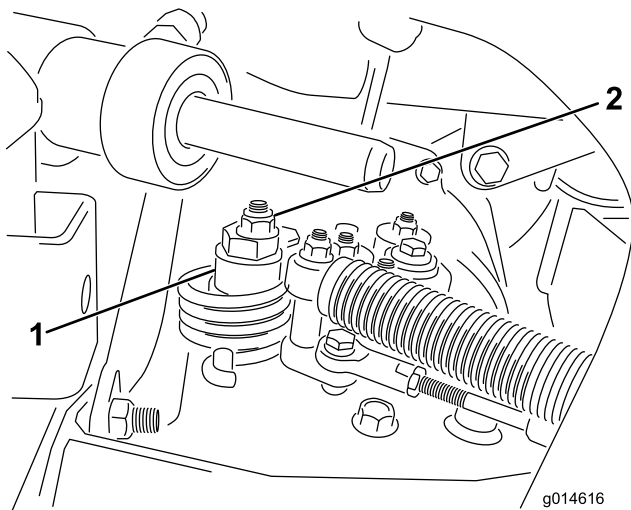

Figura 53
- A. Allentate il dado che fissa l'eccentrico alla parte superiore dell'igrostatò (Figura 53).
- C. Fate girare l'eccentrico finché non riscontrate movimenti in alcuna direzione. Quando la ruota cessa di girare, serrate il dado di bloccaggio dell'eccentrico per mantenere la messa a punto (Figura 53). Verificate la regolazione portando l'acceleratore in posizione Slow e Fast.